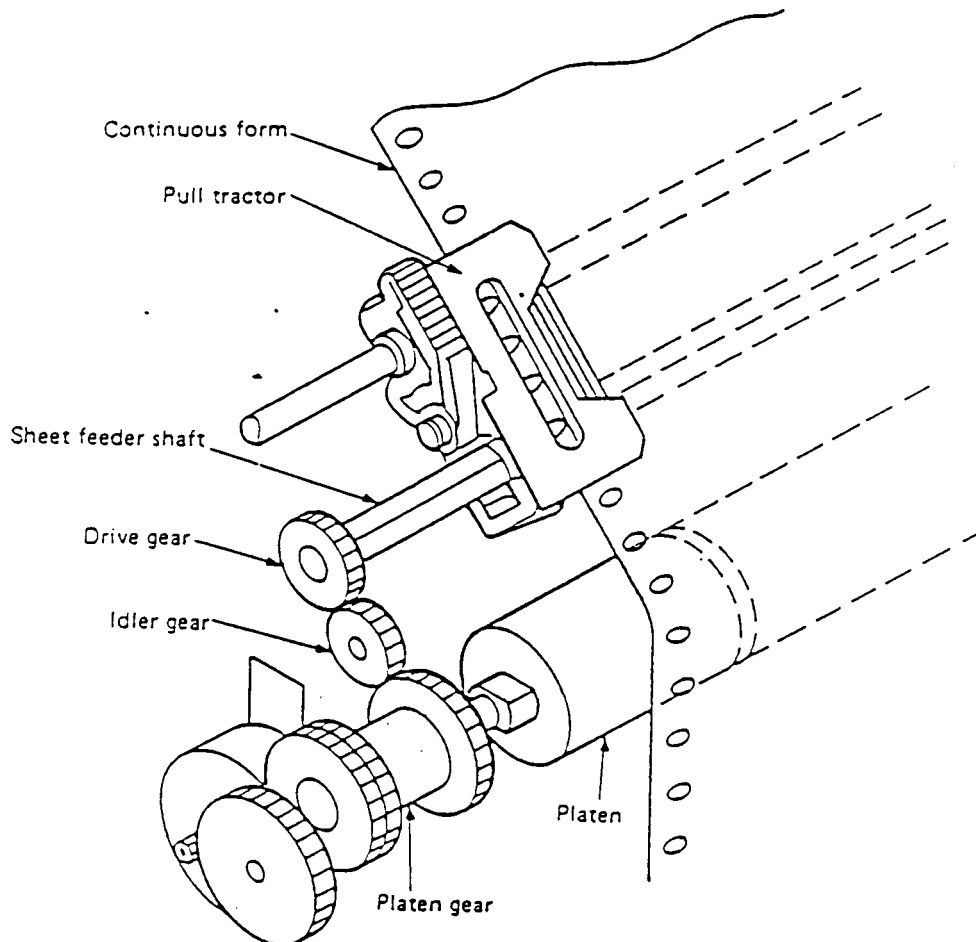

Abbildung 3.10
(4) Zugtraktor (Option) (siehe Abbildung 3.10)